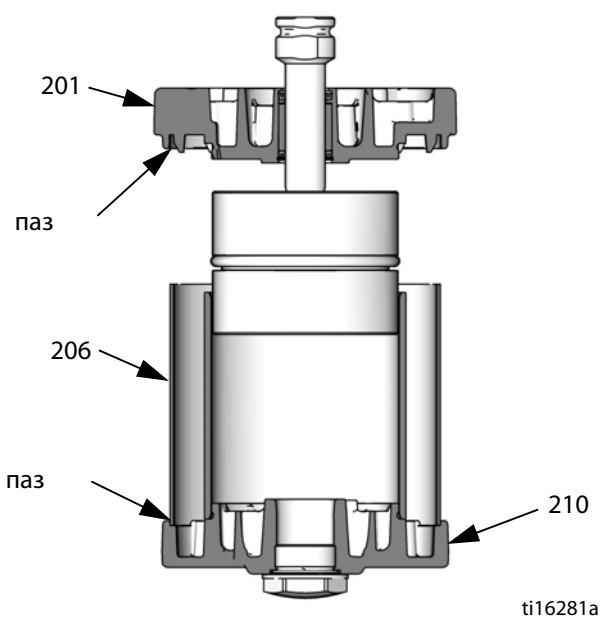

Рис. 19. Совмещение защитного экрана в пазах крышек
5. Нанесите смазку на уплотнительное кольцо (202*) и установите его на нижнюю крышку (201).
6. Осторожно вставьте резьбовой конец штока (218) в нижнюю крышку (201).
7. Нанесите на резьбу штока (218) клей 16G561. Навинтите на шток поршень (219). Зафиксируйте поршень в тисках с зажимными губками из мягкого металла и затяните с усилием 47–54 Н•м (35–40 фут-фунтов).
8. Нанесите смазку на уплотнительное кольцо (204*) и установите его на поршень (219).
9. См. Рис. 19. Осторожно поместите поршень и нижнюю крышку в сборе на цилиндр (205), вставив поршень (219) в цилиндр. Поверхности верхней и нижней крышек коллектора должны быть совмещены. Удостоверьтесь в том, что защитный экран (206) находится в пазах верхней и нижней крышек.